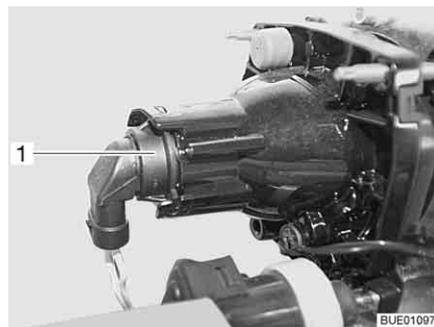

Fig. 273 Luz de cruce/luz larga/luz de estacionamiento
- Meter la mano detrás del portalámparas (Fig. 273,1).